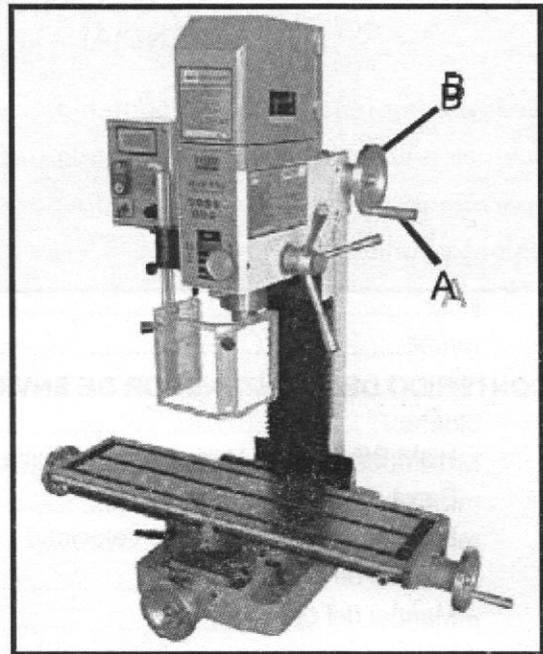

Fig. 02
1. Atornille los mangos (A, Fig. 02) al volante (B, Fig. 3) y apriételos.